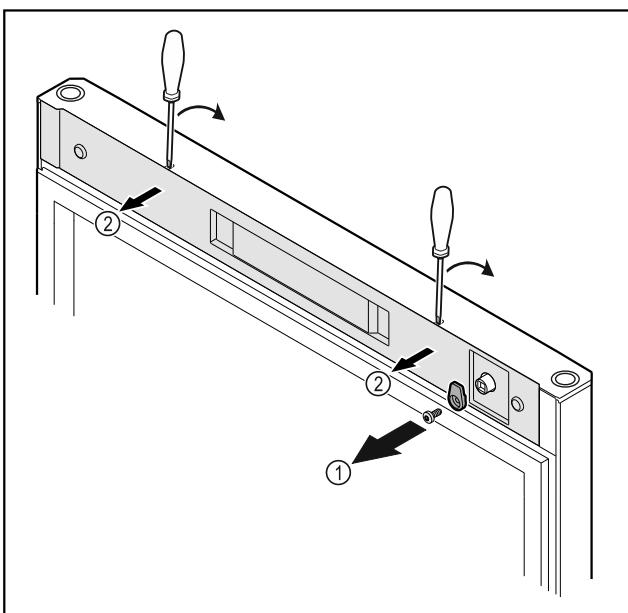

*Fig. 19*
- Vtič Fig. 19 (1) odstranite s tiskanega vezja.